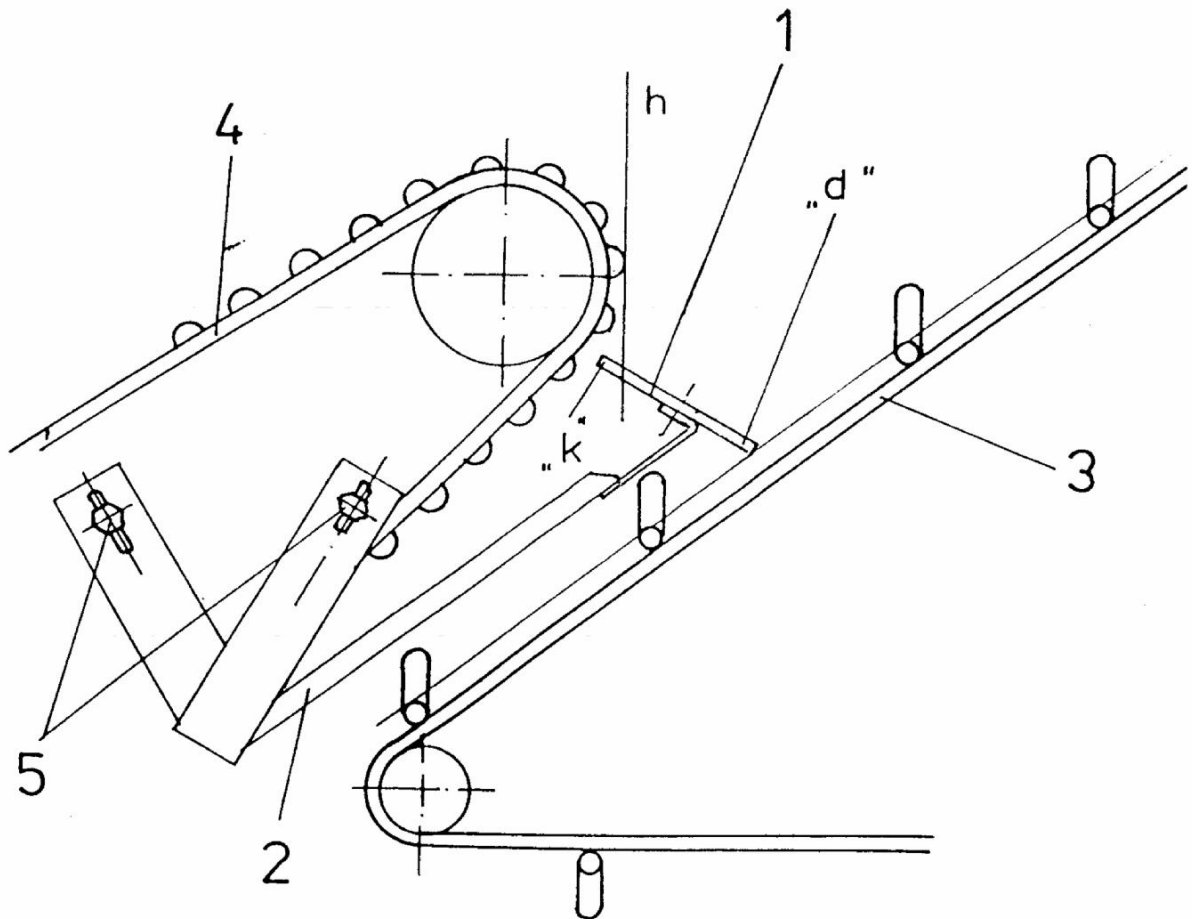

Abb. 22. Einstellung der Riegel,
Die Lageeinstellung der Riegel (1 Abb. 22) führe na ch dem Lösen der Mutter (5) durch entsprechende Verschiebung des Rahmens (2). Die Riegel (1) sollen so gesetzt werden, dass ihre obere Kante „k“ hinter den Abscheider Stäben (4) versteckt bleibt. Die untere Kante „d“ kann an den Stabhüllen des breitteiligen Transporters leicht reiben.